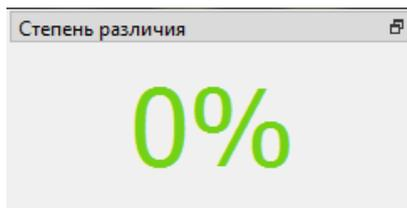

Рисунок 6. Элемент интерфейса, показывающий процент различия ВАХ двух элементов
- В разделе степень различия (рисунок 6) указывается различие между двумя сравниваемыми ВАХ в режиме «Тестирование по плану», где 100% – это полностью различные ВАХ, а 0% – абсолютно одинаковые ВАХ.